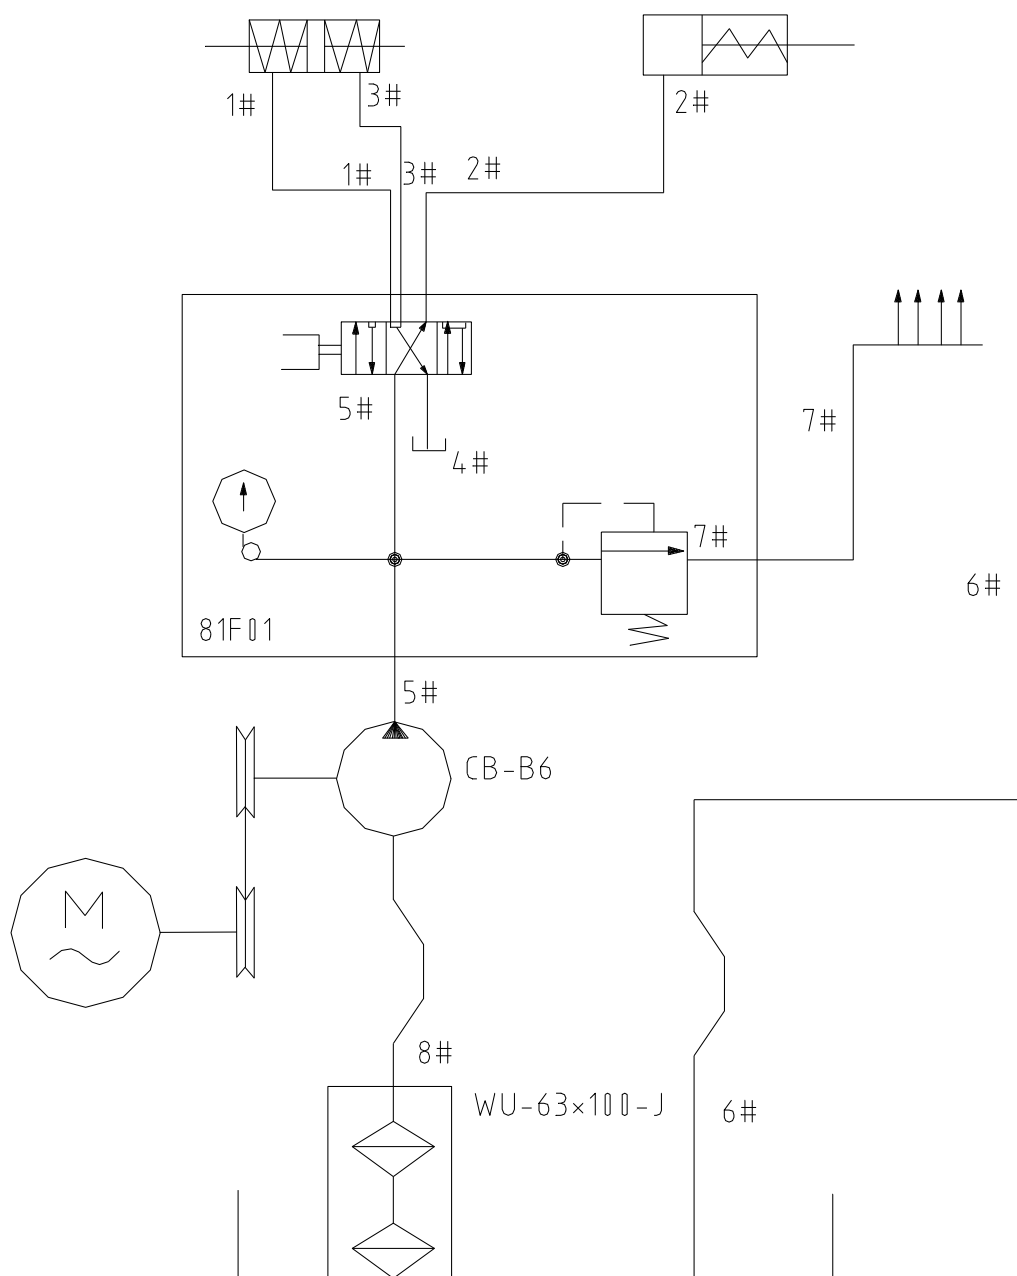

Рис.9. Принципиальная схема гидравлической системы станка с РМЦ 5000 мм
8.6. Принципиальная схема гидравлической системы (см. рис.9)